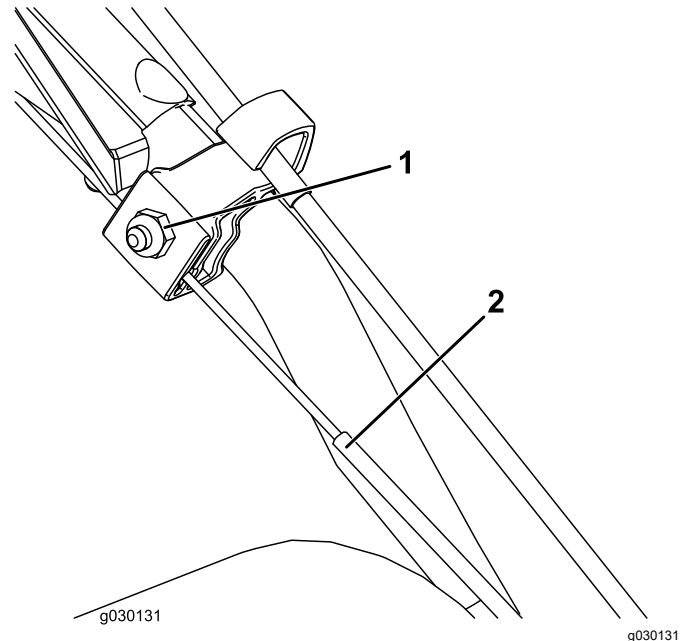

Figura 21
1. Afloje la tuerca de la abrazadera superior del cable, pero no la retire (Figura 21).
2. Tire hacia abajo del cable para eliminar casi toda la holgura del cable (Figura 21).
3. Apriete la tuerca (Figura 21).